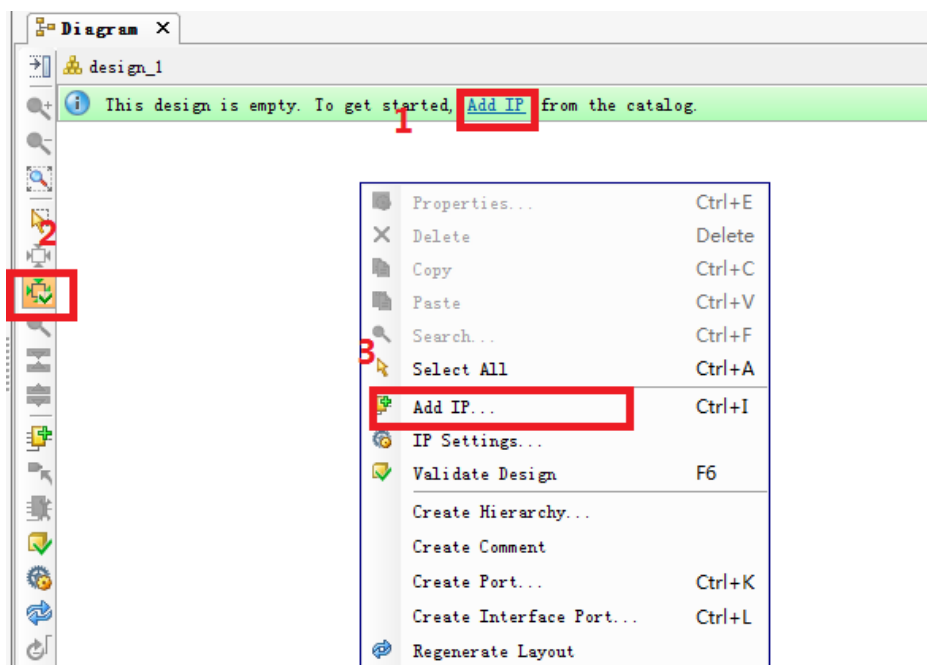

图 2-11 原理图添加 IP
3) 在原理图设计界面中, 如图 2-11, 添加 IP 的方式有 3 种: